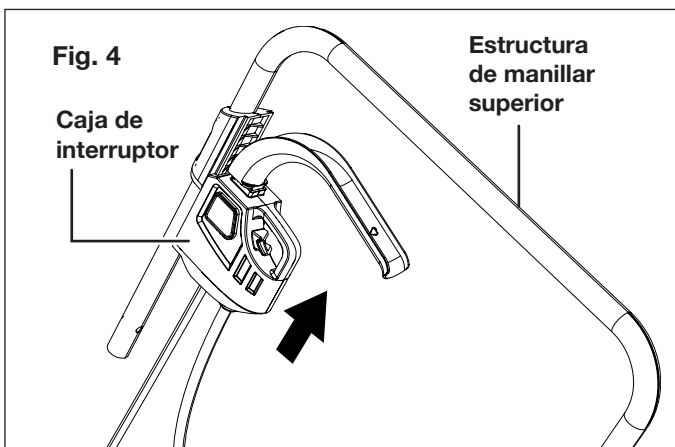

Fig. 4
3. Deslice la caja del interruptor en el lado izquierdo de la estructura de manillar superior hasta que haga "clic" y se traben en su posición (Fig. 4).